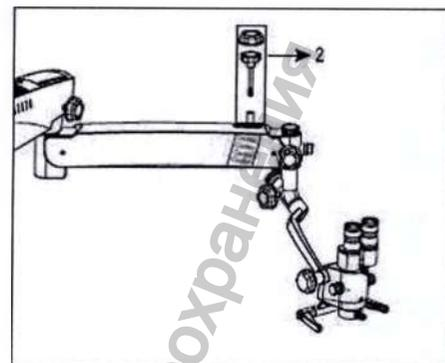

Рис. 9
6.6 Удалите предохранительную ленту с подвесного плеча. Извлеките защитный винт из подвесного плеча при помощи ключа 5.0 мм. Замените защитный винт ручкой фиксации, подкладной шайбой и колпачком (2). Полностью затяните. Смотрите рисунок 9.